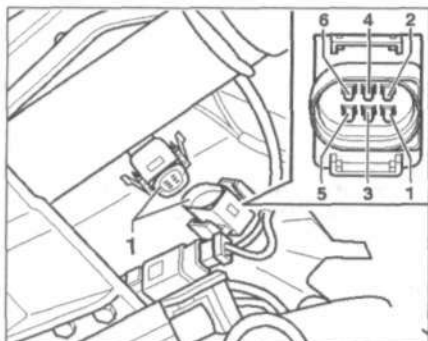

Рис. 6.53. Отсоедините разъем проводки от датчика положение педали акселератора 1.
- отсоедините разъем проводки от датчика положения педали акселератора 1 (рис. 6.53). Измерьте сопротивление между контактами 1 и 3 разъема проводки. **Заданное значение:** педаль акселератора в положении холостого хода – 1.0-1.5 кОм, педаль акселератора в полностью нажатом положении – 1.5-2.5 кОм;